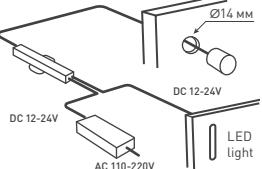

Рисунок 3. Установка датчика SR-PRIME MOTION
- ↗ Датчик MOTION монтируется в подходящем месте с учетом зоны срабатывания (рис. 3). Свет будет включаться при обнаружении движения в зоне действия датчика и выключаться примерно через 40 секунд после прекращения движения.